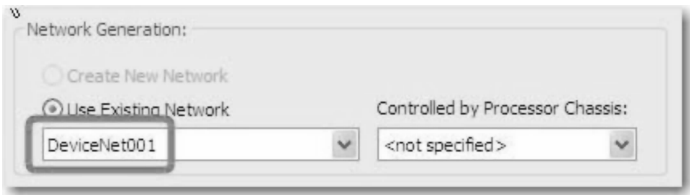

图 26-69 DeviceNet001 网络
- 1) 网络生成：使用现有网络 DeviceNet001，如图 26-69 所示。